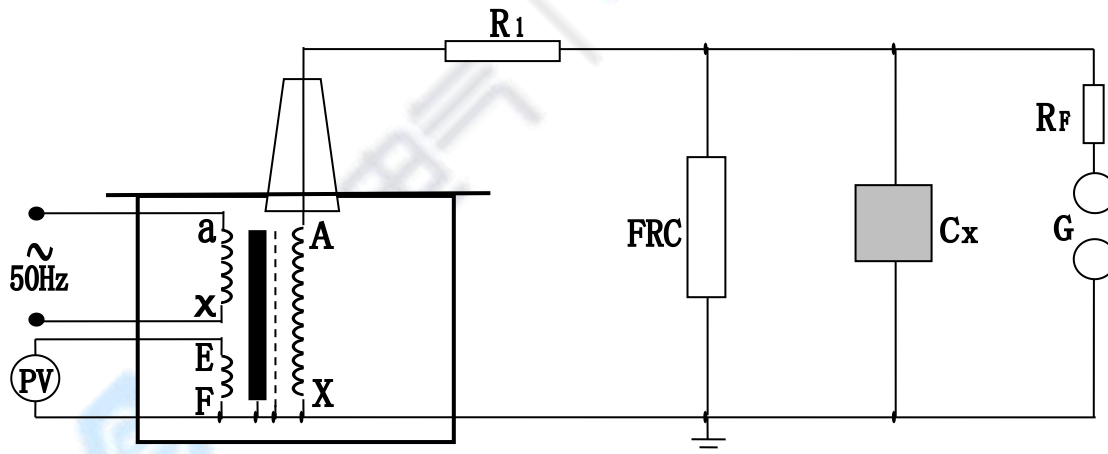

图 6: 被试品工频耐压试验接线图
4、HYG-5kVA/50kV 试验变压器做被试品的耐压试验使用接线原理图见图 6。
在耐压试验中，低电压侧测量电压(仪表电压)不是非常准确的，其原因是由于试验变压器存在着漏抗，在这个漏抗上必然存在着压降或容升，使试品上的电压低于或高于低压侧测量电压表上反映出来的电压。工频耐压试验时，被试品上的电压高于试验变压器的输出电压，也就是所谓容升现象。感应耐压试验时，试验变压器的漏抗必然存在着压降。为了准确测量被试品上所施加的电压，因此常在高压侧接入 FRC 阻容分压器来测量电压(见图 6)。